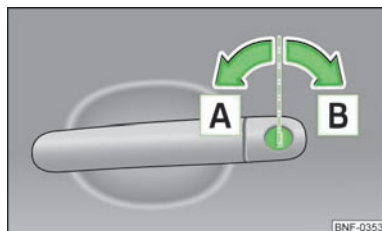

Fig. 10
- Tournez la clé dans le cylindre de fermeture de la portière conducteur dans le sens de la marche (position de déverrouillage) **A** » fig. 10.
- Tournez la clé dans le cylindre de fermeture de la portière conducteur dans le sens inverse de la marche (position de verrouillage) **B** » fig. 10.